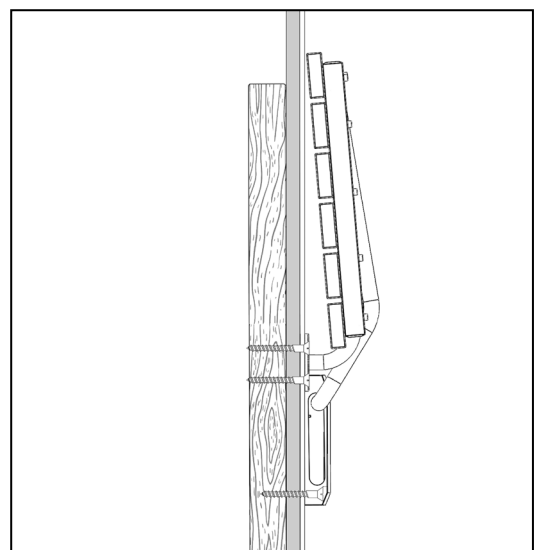

Figure 2
3. Maintenez le siège au mur en position repliée (vers le haut) (consultez la Fig. 2), alignez les fixations aux trous et vissez les **Fixations de Montage (N° 03)** de gauche et de droite avec les **6 Vis ST5x70mm (N° 06)**.